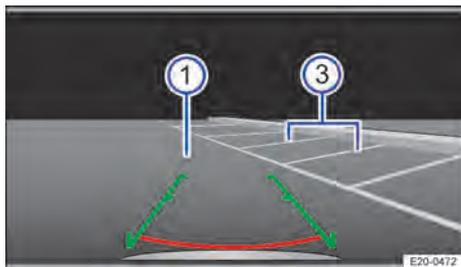

Fig. 110 Visualización en la pantalla del sistema de infotainment: dirigirse hacia el hueco de aparcamiento seleccionado.
3. Retroceda lentamente a la vez que gira el volante de manera que las líneas laterales se introduzcan en el hueco de aparcamiento seleccionado ②. Las líneas tienen que coincidir con las líneas de delimitación laterales → fig. 110 ③.